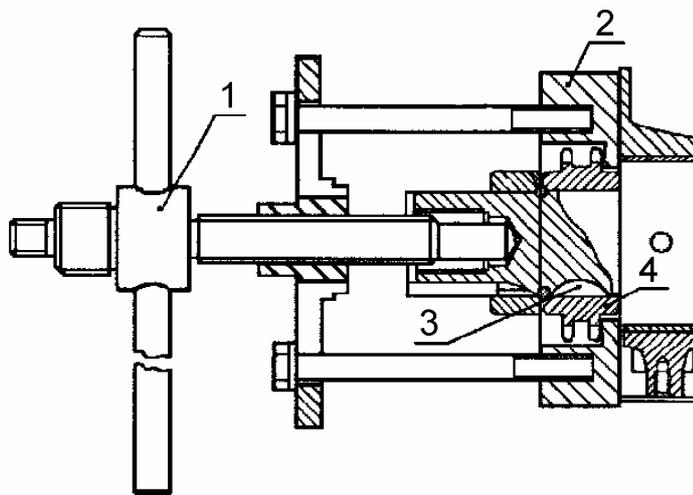

Рисунок 33 – Снятие звездочки коленчатого вала:
- спрессовать звездочку с переднего конца коленчатого вала с помощью специального съемника (Рисунок 33), вынуть шпонку звездочки;